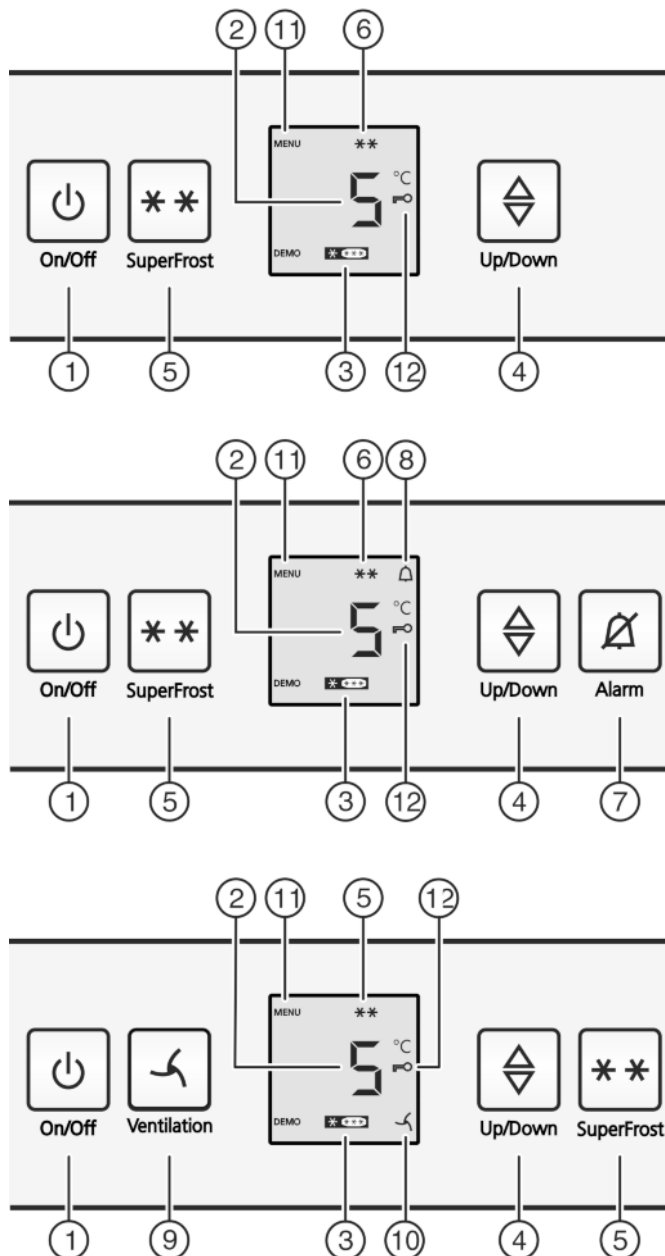

Fig. 2
- ▶ Taste On/Off Fig. 2 (1) drücken.
- ▶ Einstellmodus aktivieren: Taste SuperFrost Fig. 2 (5) ca. 5 Sekunden drücken.
- ▷ In der Anzeige wird das Symbol Menu Fig. 2 (11) angezeigt.
- ▶ Mit der Taste SuperFrost Fig. 2 (5) kurz bestätigen.
- ▷ Das Symbol Kindersicherung Fig. 2 (12) leuchtet in der Anzeige.
- ▶ Die Taste On/Off Fig. 2 (1) kurz drücken.
- ▷ Das Symbol Kindersicherung Fig. 2 (12) erlischt.
- ▶ Taste Alarm Fig. 2 (7) drücken.
Gleichzeitig blinkt die Temperaturanzeige und das Symbol Alarm Fig. 2 (8).
Der Tonwarner verstummt automatisch, das Symbol Alarm Fig. 2 (8) geht aus und die Temperaturanzeige hört auf zu blinken, wenn die Temperatur wieder ausreichend kalt ist.
- ▶ Temperaturfunktion aufrufen: Die Einstelltaste Fig. 2 (4) drücken.
- ▶ Temperatur in 1 °C -Schritten ändern: Einstelltaste Fig. 2 (4) so oft drücken, bis die gewünschte Temperatur in der Temperaturanzeige leuchtet.